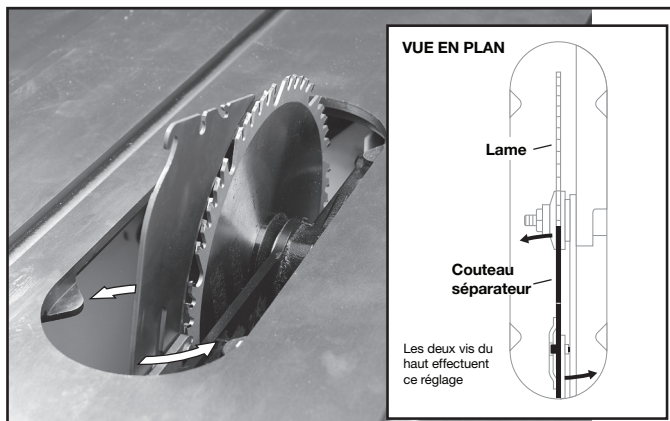
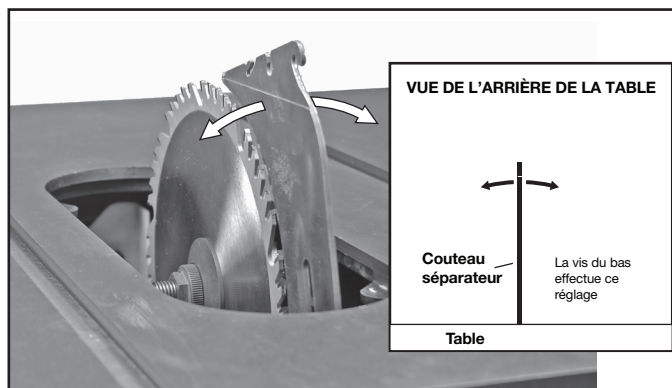

FIG. 36
FIG. 37
- REMARQUE :** Les deux vis de calage (PP) près de la plaque de verrouillage du couteau séparateur (RR) règlent le couteau séparateur comme l'illustre la VUE EN PLAN (fig. 36). La vis de calage (QQ) règle le couteau séparateur comme l'illustre la VUE DE L'ARRIÈRE DE LA TABLE (fig. 37).